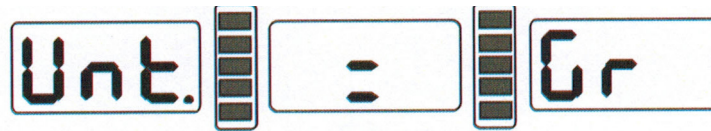

Fig. 12-1
1. Pressez la touche STOP et la touche a+ ou a-. L'écran affiche les unités comme sur la figure 12-1. L'unité utilisée est le gramme.